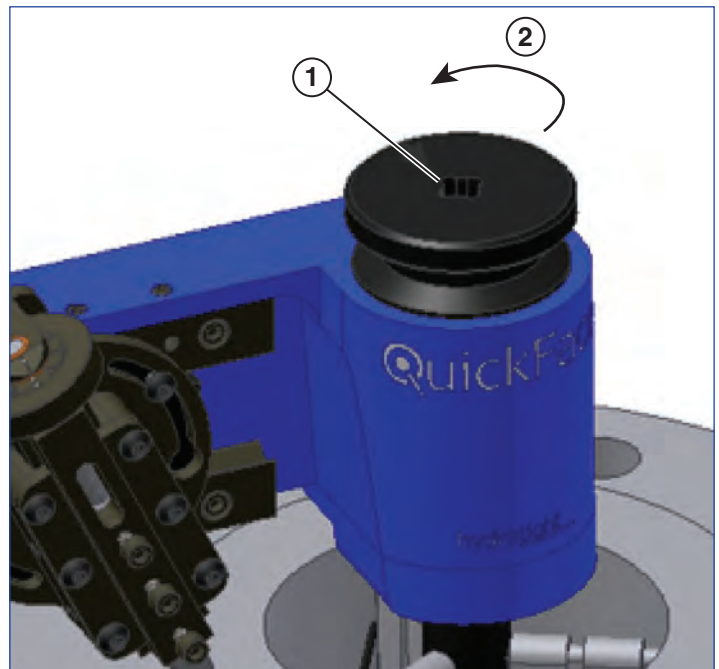

Bild 15
11. Om ytan har nått önskat resultat, ta då bort maskinen genom att vrida spindelns låsvred motsols (*se bild 15*). Om ytan behöver skäras igen, gör om steg 4–11 tills allt är färdigt.